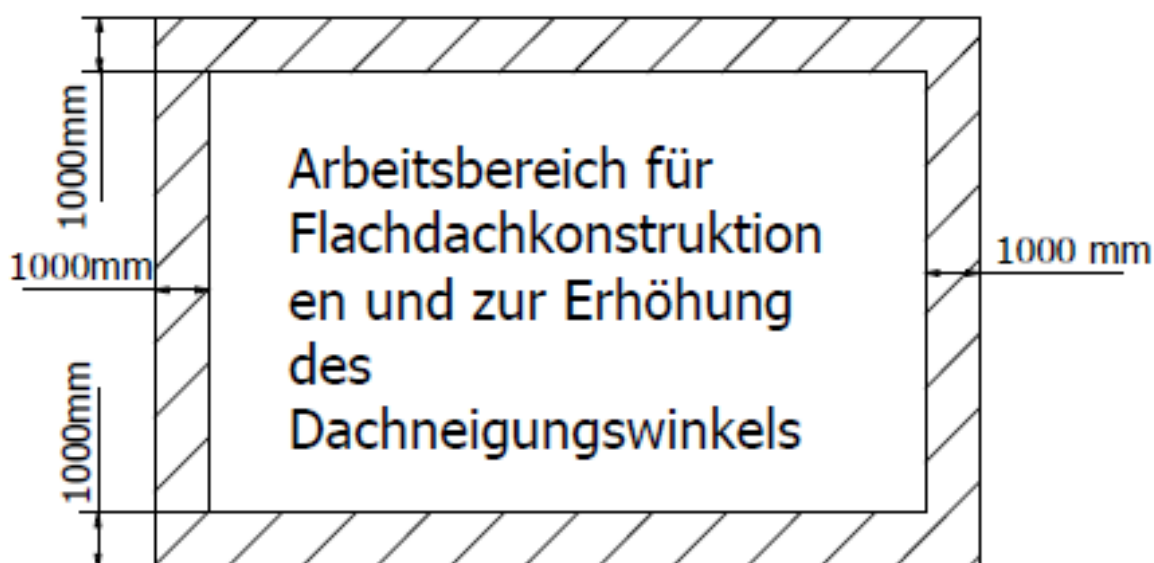

Abb. 1. Sicherer Bereich auf dem Dach
1. Die Anordnung der Module sollte so geplant werden, dass das Auftreten von Schatten auf den Modulen minimiert oder ausgeschlossen wird. Zu beachten ist, dass auch der Schattenwurf von Antenne oder Schornstein die Erträge der Module begrenzen kann. Bei der Installation der Anlage im Sommer ist zu beachten, dass der Schattenwurf von Bäumen und Nachbargebäuden im Winter deutlich länger ist. Denken Sie auch daran, die Sicherheitszone auf dem Dach einzuhalten - *Abb. 1*.